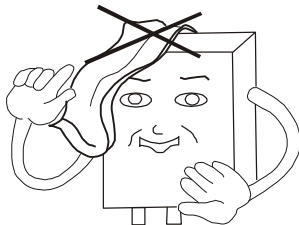

Fig 21.
- Plaats geen handdoeken of kleding boven op de geiser. (Fig. 21)